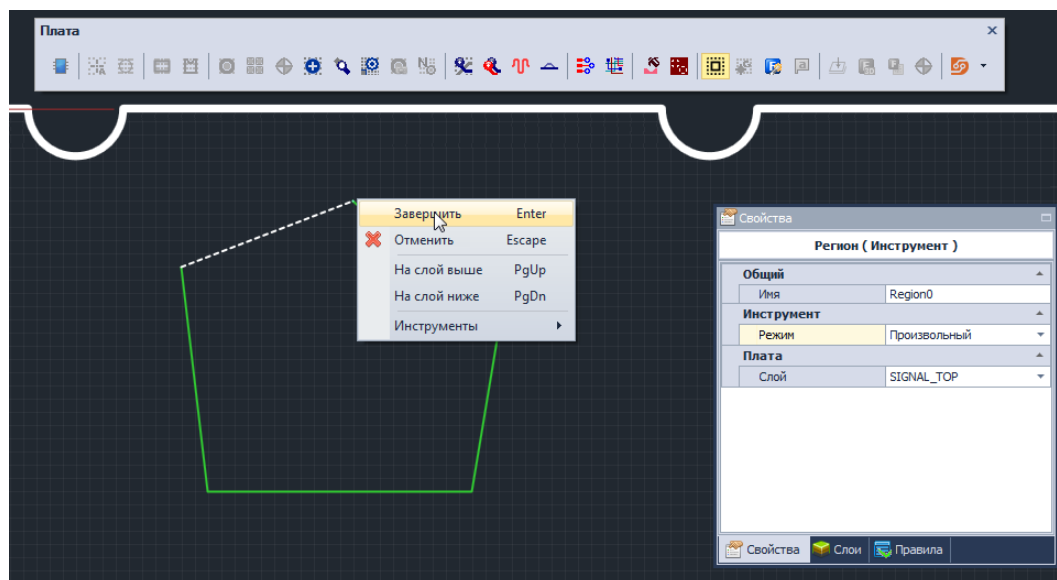

Рис. 122 Регион размещен на плате
3. Подтвердить размещение региона (когда границы обозначаются зеленым цветом), нажав клавишу «Ввод», или выбрав пункт «Завершить» в контекстном меню. Регион будет размещен, см. Рис. 122.